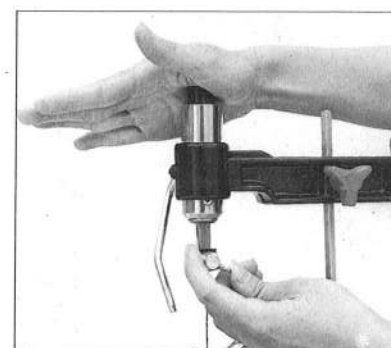

図5
- 上部の上歯キャッチ金具に上部のご歯押し込み、つまみがついています。押さえますとのご歯キャッチ金具の中のご歯が深くまで入ります。適切な張力が出るまで押えて横のご歯押しつまみを強く締めつけて下さい。締めましたらはなして下さい。(図5参照)